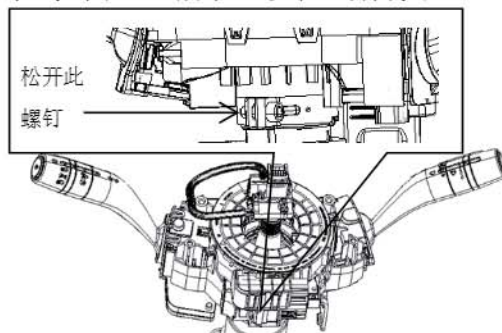

图 3-12 拆下组合开关
- ①拔下连接在组合开关上的接插件。
- ②用十字起松开组合开关的一个安装螺钉，如图 3-12 所示，取下组合开关。